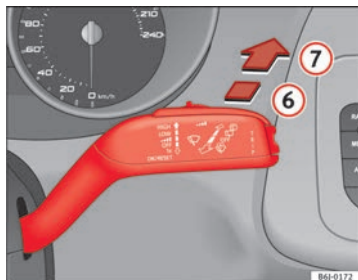

Fig. 65 Levier d'essuie-glace et de lave-glace : essuie-glace arrière
- Poussez le levier vers l'avant jusqu'au cran ⑥ ⇒ fig. 65. L'essuie-glace fonctionne environ toutes les 6 secondes.
- Poussez complètement le levier vers l'avant en position ⑦ ⇒ fig. 65. L'essuie-glace et le lave-glace fonctionnent simultanément. Tant que vous maintenez le levier dans cette position, le lave-glace continuera à fonctionner.